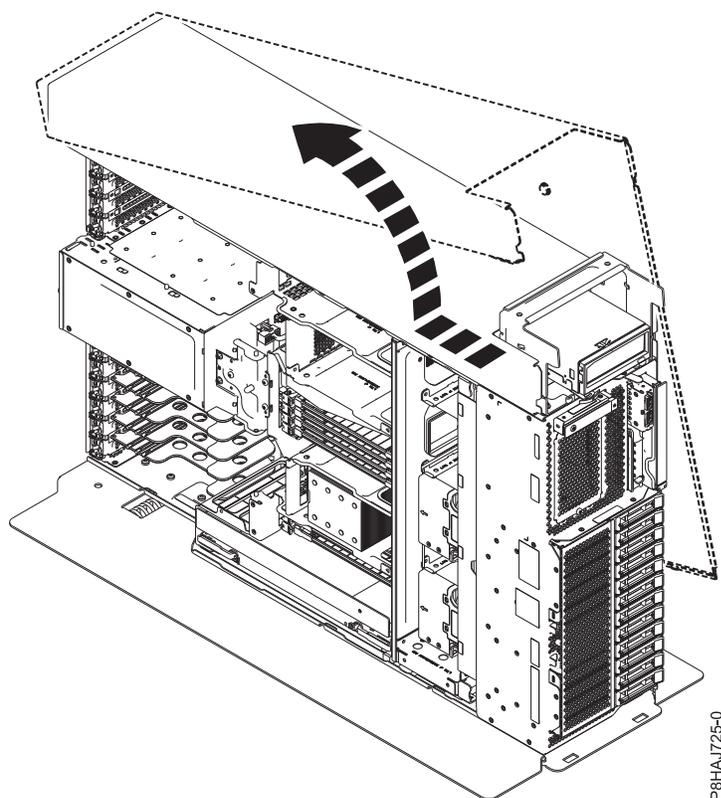

Figure 14. Retrait du capot latéral du système 8286-41A
5. Séparez le capot latéral du système en le faisant coulisser dans la direction indiquée figure 14.